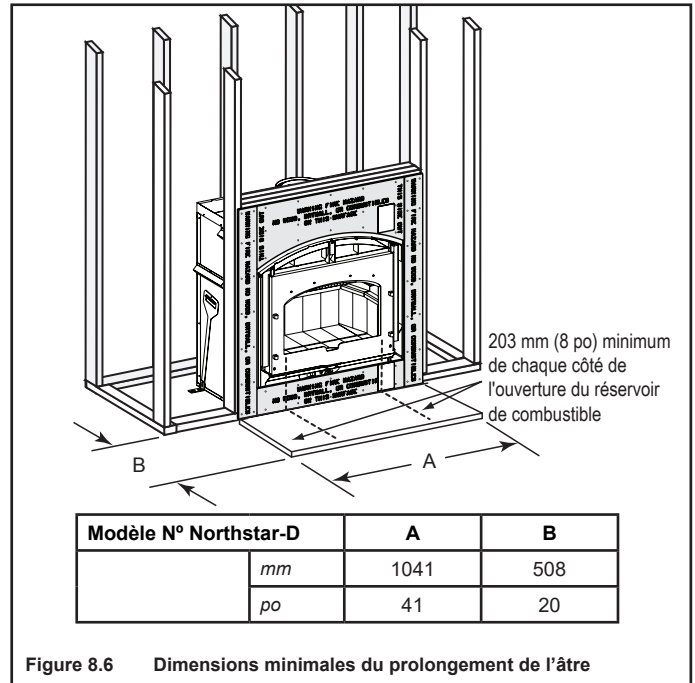
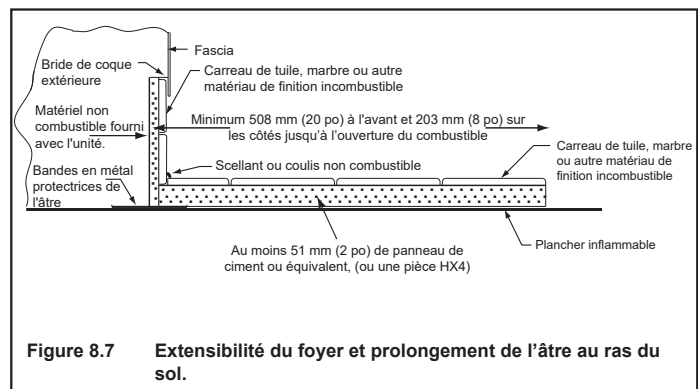

Figure 8.6 Dimensions minimales du prolongement de l'âtre
Figure 8.7 Extensibilité du foyer et prolongement de l'âtre au ras du sol.
- Reportez-vous à la figure 8.6 pour connaître les dimensions minimales.
Un plancher incombustible d'un minimum de 508 mm (20 po) à l'avant et 203 mm (8 po) de chaque côté de l'ouverture du réservoir de carburant est requise, comme le montre la figure 8.6. La construction et les matériaux utilisés pour le prolongement de l'âtre sont illustrés à la figure 8.7. Un prolongement de l'âtre de ce type peut être recouvert de n'importe quel matériau décoratif incombustible et doit présenter une épaisseur minimale conforme à la figure 8.7. Scellez les écarts entre le prolongement de l'âtre et le devant du foyer avec une perle de scellant ou de coulis incombustible.
Un plancher incombustible d'un minimum de 508 mm (20 po) devant et 203 mm (8 po) sur chaque côté de l'ouverture à combustible (voir la figure 8.6).